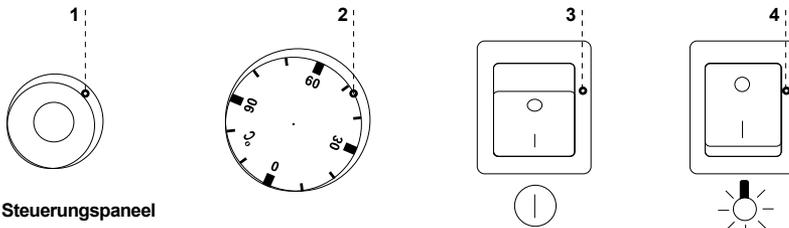

Abb.3 Steuerpaneel
- Hauptschalter drücken Abb.3/3 (S.15), wodurch die Heizelemente der Bein-Marie-Wanne eingeschaltet wird
- Mit dem Drehschalter der Regelung Abb.3/2 (S.15) die gewünschte Temperatur einstellen
- Schalter für Beleuchtung drücken Abb.3/4 (S.15)
Das Bain-Marie ist mit einer mechanischer Temperaturregelung ausgestattet. Die Temperaturfühler befindet sich in Bain-Marie-Wanne. Mit dem Drehschalter Abb.3/2 (S.15) für die Temperaturregelung kann die gewünschte Wassertemperatur in der Wanne eingestellt werden, indem der Drehschalter gedreht wird und in einer angemessener Stellung eingestellt wird. Durch das Drehen des Schalters im Uhrzeigersinn wird die eingestellt Temperatur erhöht, und durch das Drehen gegen Uhrzeigersinn wird diese abgemindert. Die Verdrehung des Drehschalter in die Endstellung führt zum Ausschalten der Heizelementen, obwohl die Versorgung eingeschaltet ist.